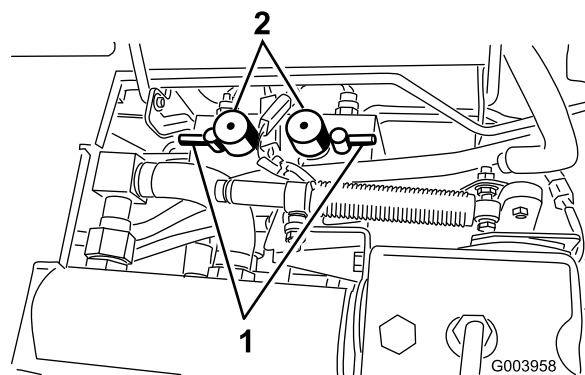

Figure 85
5. Réglez les boutons de vitesse des cylindres à la position 1 (Figure 85).
6. Sélectionnez les leviers de rodage avant, arrière ou les deux pour déterminer les plateaux qui doivent être rodés (Figure 85).